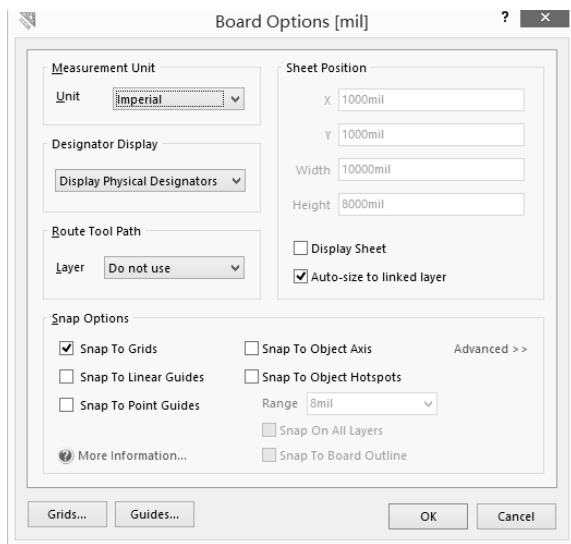

图 3.1.6 “Board Options”对话框
(1) 选择度量单位：选择“Design(设计)” “Board Options(板参数选项)”命令，弹出“Board Options”对话框，如图 3.1.6 所示。在“Measurement Unit(度量单位)”选项区域中的“Unit(单位)”下拉列表框中选择“Imperial”(即为英制单位 mil)；在“Snap Options(捕获选项)”选项区域选中“Snap To Grids(捕捉到栅格)”(即自动捕捉到设定的栅格值范围)复选框。其余默认。